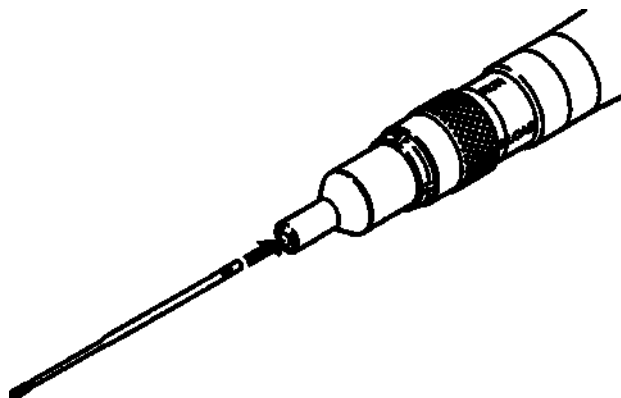

Рис. 2 – Установка режущего аксессуара
- 2.1. Поверните кольцо блокировки в разблокирующее положение LOAD (Рис. 2).